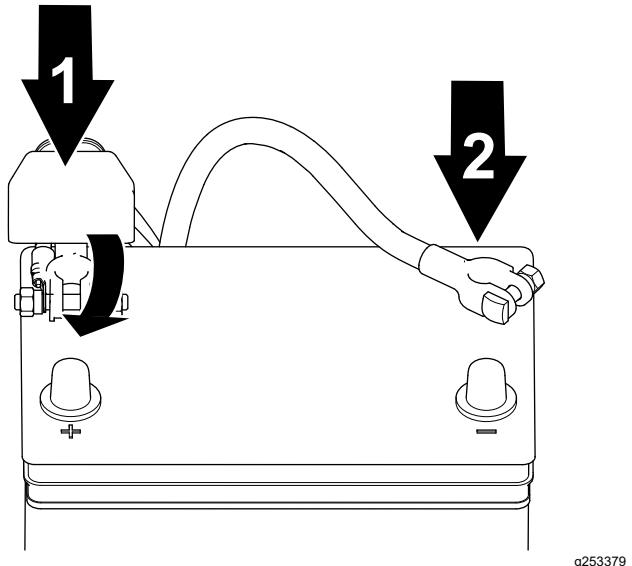

Figura 40
- Conecte el cable positivo a la batería y apriete la tuerca de pinza de la batería (Figura 40).
- Conecte el cable negativo a la batería y apriete la tuerca de pinza de la batería (Figura 40).